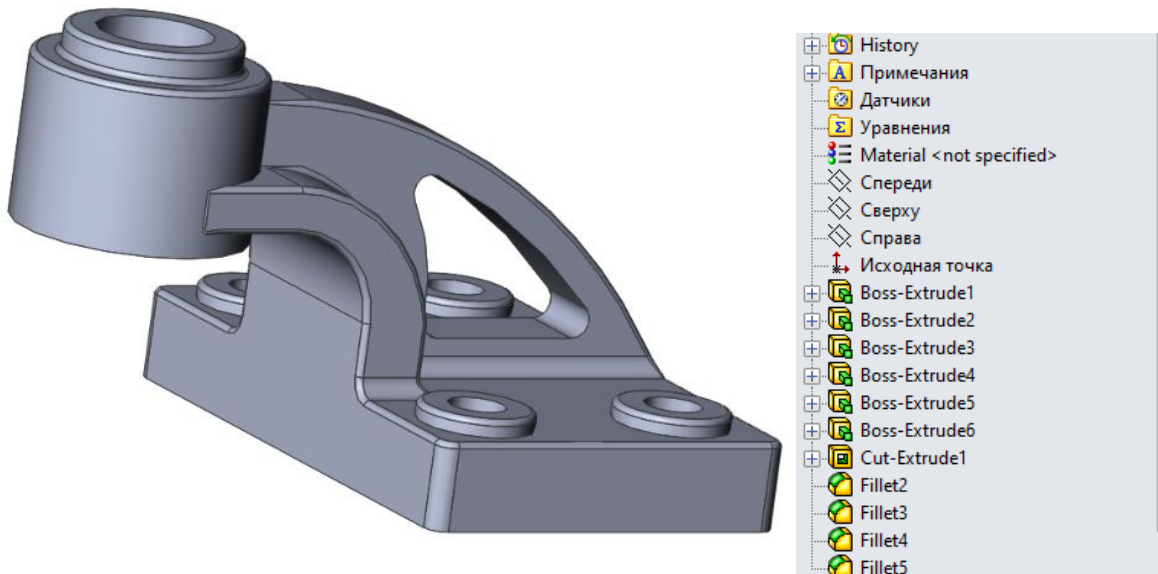

Рис.2 – Модель №2
2. Модель № 2 застосовує базові функції, такі як «Extruded Boss/Base», «Extruded Cut» для побудови моделі зі складною формою(рис. 2).